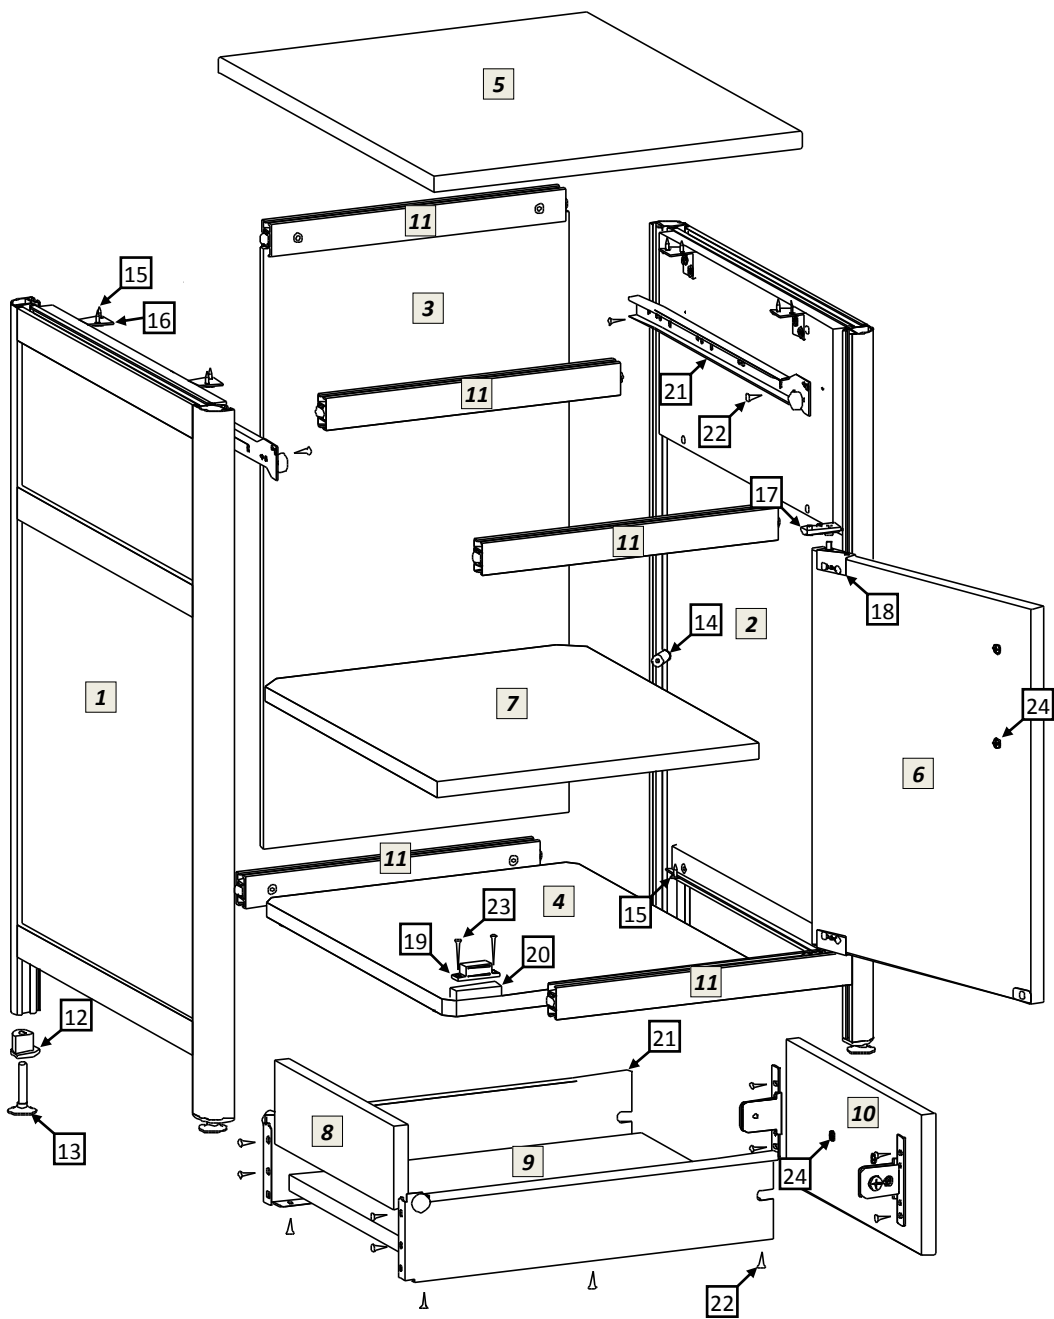

рис.1
- 5.1 Распаковав тумбу, внимательно ознакомьтесь со схемой сборки, изображённой на рис.1. Согласно позициям на схеме и комплекточной ведомости определите расположение деталей в изделии и порядок их сборки. Сборка производится на ровном полу, укрытом материалом, предотвращающим повреждение покрытия пола и деталей мебели. Подготовьте необходимые для сборки инструменты – плоскую и крестовую отвёртки, молоток, рулетку или линейку, гаечный ключ 12мм для регулировки опор, шуруповёрт.
- 5.5 Сборка выдвижного ящика. Схема сборки ящика показана на рис.1. Шурупами 4x16 соедините заднюю стенку, днище ящика и его фасад с металлическими боковинами направляющего механизма. На фасад ящика установите ручку.